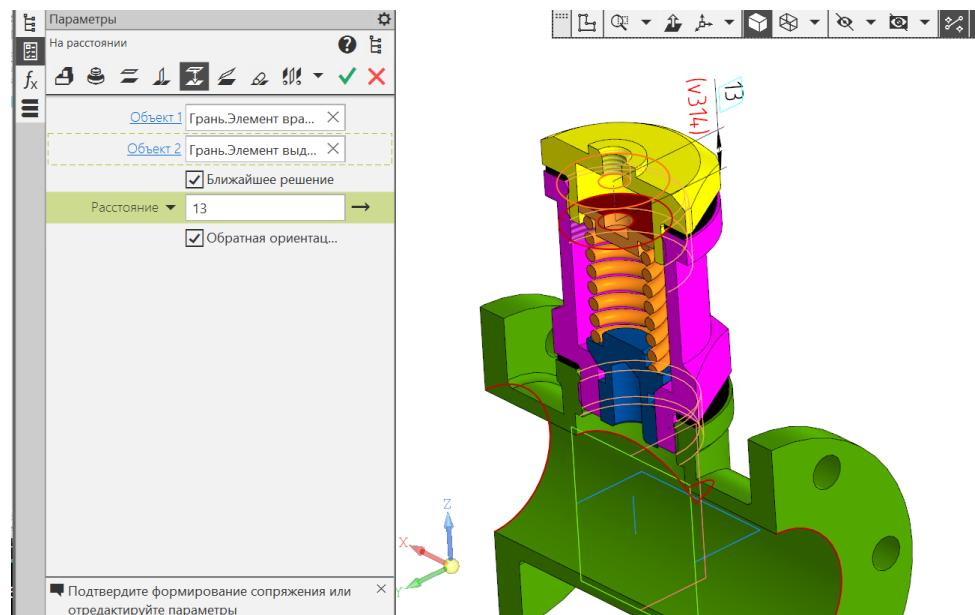

Рис. 30 Сопряжение «На расстоянии»
- Сборка – Размещение компонентов – Сопряжения – На расстоянии (рис. 30): Объект 2 (Тарель) – Грань. Элемент вращения: 1. Объект 1 (Стакан) – Грань. Элемент вращения: 2. Расстояние – 13 мм.